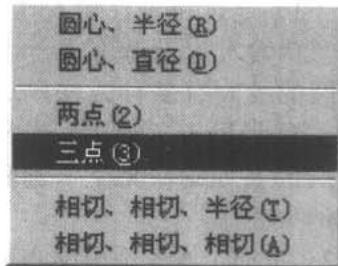

图 1-9 绘制圆的多种方法
(1) 在系统菜单下选择【绘图】—“圆”菜单项。如图 1-9 所示。
如图 1-9 所示, 选择相切、相切、半径子菜单。先指定两个相切物体, 即圆 1 和直线再输入半径值:
如图 1-9 所示, 选择相切、相切、相切子菜单项。按照系统的提示, 用鼠标给出三个相切物体圆 1、圆 2 和直线。